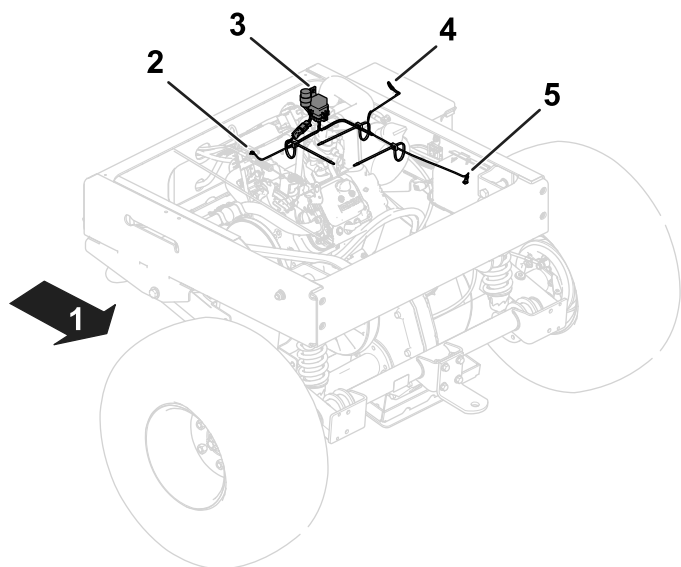

Figure 1
Reportez-vous aux instructions et aux illustrations suivantes pour acheminer et connecter le faisceau de câblage. Reportez-vous à la Figure 1 pour une vue d'ensemble de la position du faisceau de câblage.
5. Fixez la cosse en anneau au magnéto du moteur ; voir Figure 1 pour la position du faisceau de câblage.
2. Connectez la cosse en anneau du faisceau à la borne négative de la batterie ; voir Figure 1 pour la position du faisceau.